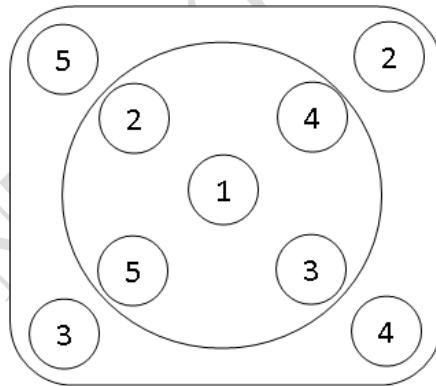

Figura 1. Posiciones recomendadas para la colocación de pesas en la balanza.
- Colocar las pesas patrón en la posición central de la balanza, realice 5 pesajes en la misma posición para la misma pesa (ver figura 1). Si al terminar cada pesaje la tara es diferente a cero vuelva a tarar.
- Asegúrese de que la balanza esté tarada. Coloque la primera pesa en cada uno de los puntos marcados en la figura 1, tare la balanza después de cada pesaje si el valor en el display es diferente de cero.